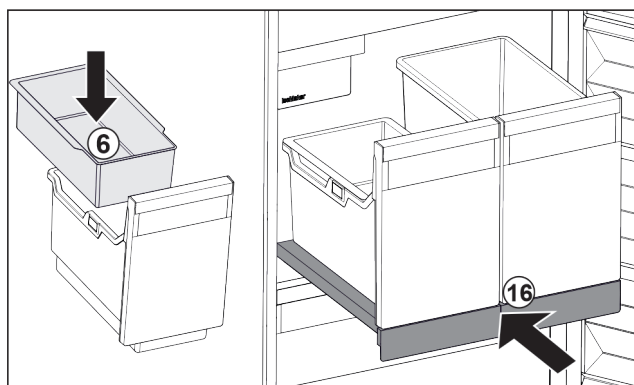

Fig. 125
- ▶ Umetnite ovjesnu posudu Fig. 125 (6) za kockice leda.
- ▶ Gurnite izvlačnu ploču sa spremnikom (IceTower). Fig. 125 (16)